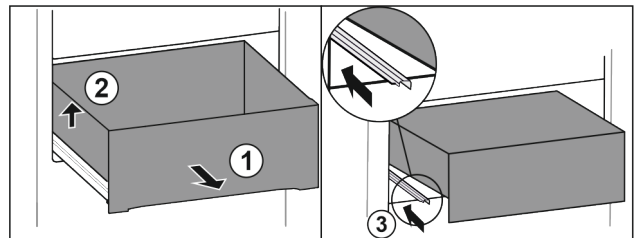

Fig. 77
- ▶ Tõmmake sahtel piirajani välja. Fig. 77 (1)
- ▶ Tõstke sahtel vasakult üles. Fig. 77 (2)
- ▶ Lükake vasak siin sisse. Fig. 77 (3)